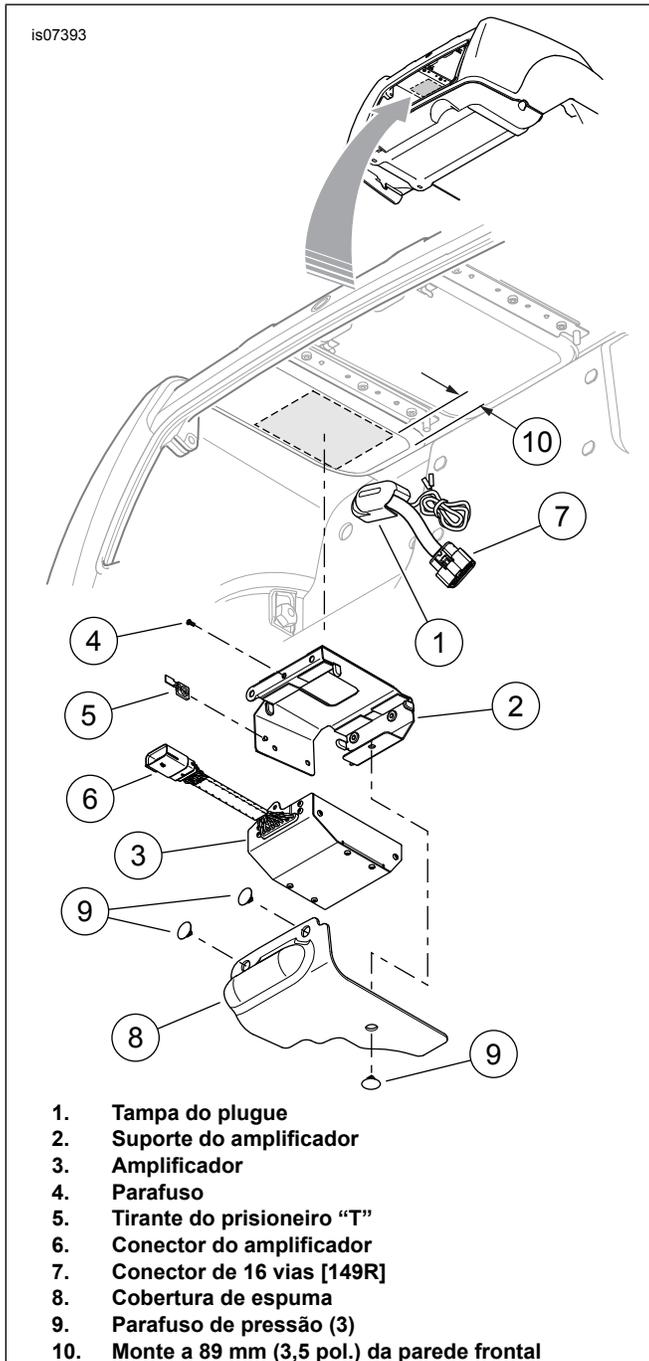

Figura 5. Montagem do amplificador secundário
3. Veja Figura 5. Monte a tampa do plugue (1) sobre o conector de painel e o chicote de fios jumper de **dentro** do porta-bagagem. Enfie dois parafusos pela flange do conector e da parede do porta-bagagem, de **fora** para dentro do porta-bagagem, e nos furos roscados da tampa do plugue. Aperte com torque de 3,95–4,52 N·m (35–40 in-lbs).
5. Veja Figura 5. Limpe a área plana sob o teto do porta-bagagem até a parte de trás da tampa do plugue (1) do conector de painel com uma mistura de álcool isopropílico e água destilada, na proporção 50% a 50%. Deixe secar completamente.
6. Remova a película da parte traseira adesiva do suporte do amplificador (2). Posicione, cuidadosamente, o suporte sob o teto do porta-bagagem, como mostrado na figura, centrado na área plana, a cerca de 89 mm (3.5 in) da parede frontal do porta-bagagem, e pressione-o firmemente no lugar. Mantenha o suporte posicionado com uma pressão constante por alguns minutos.
7. Posicione o amplificador (3) no suporte com os cones metálicos em uma extremidade, encaixando firmemente nos ilhoses de borracha do suporte.
8. Fixe o amplificador no suporte com o parafuso (4).
9. Monte o prisioneiro "T" (5) no conector do amplificador (6).
10. Acople o conector de 16 vias (7) do chicote de fios jumper [149R] no conector do amplificador. Fixe o tirante no prisioneiro "T" do suporte do amplificador.